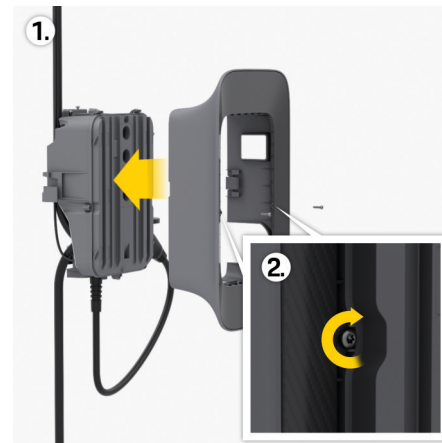

Bild 97: Fäst designramen
3. Lossa skruvarna på designramens vänstra och högra kant **2** ► (Bild 97).